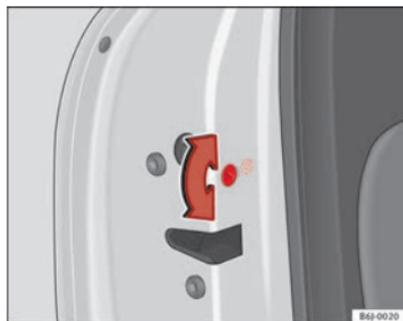

Fig. 44 Sistema de segurança para crianças na porta da esquerda
- Com a porta aberta, rode a ranhura com a chave do veículo no sentido anti-horário nas portas esquerdas ⇒ Fig. 44 e no sentido horário nas portas direitas. ▶
- Com a porta aberta, rode a ranhura com a chave do veículo no sentido anti-horário nas portas direitas e no sentido horário nas portas esquerdas ⇒ Fig. 44.